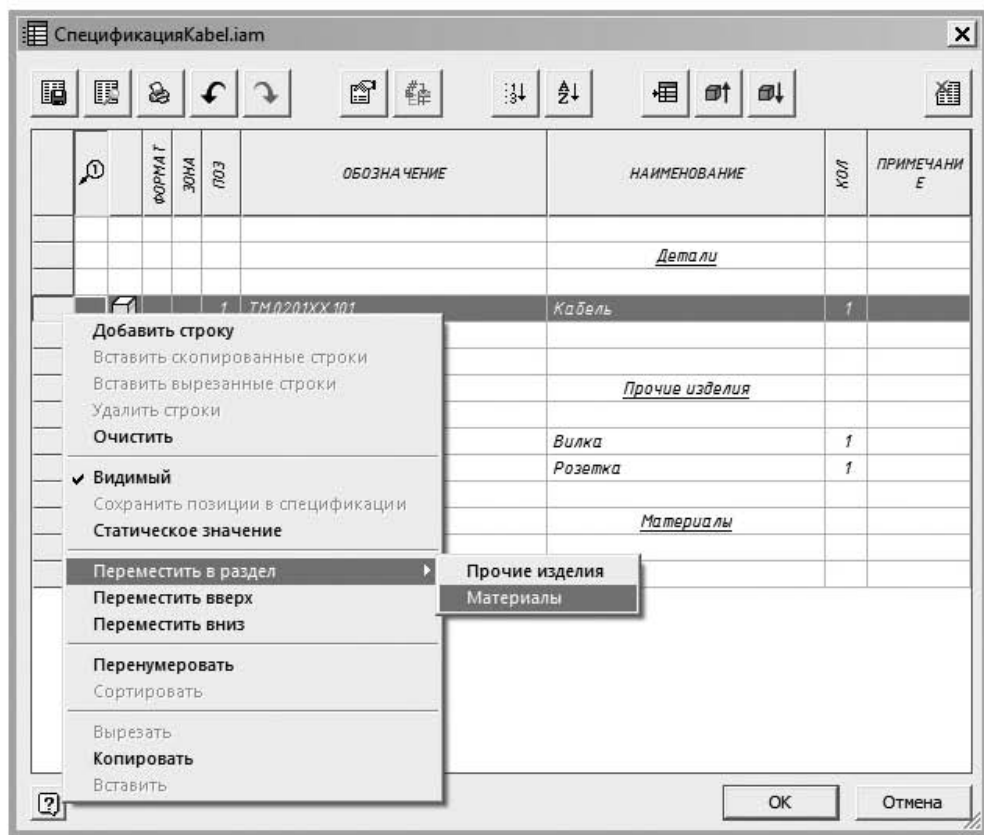

Рис. 9.70. Перемещение изделия в указанный раздел
4. Выделите вилку, вызовите из контекстного меню (вызванного щелчком правой кнопкой мыши) команду **Переместить в раздел** и выберите из списка раздел (рис. 9.70).